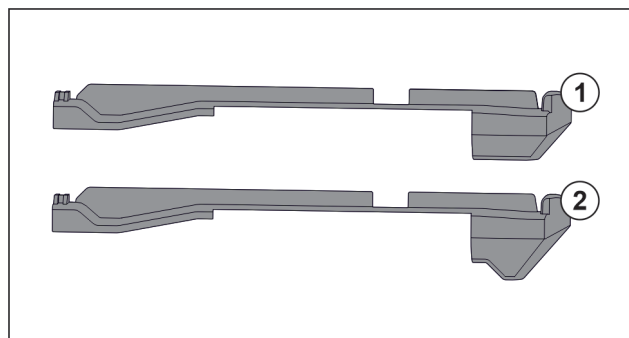

Fig. 123 Vergleich der Aufsteckteile
Im Gerät befinden sich zwei unterschiedliche Aufsteckteile. Das Aufsteckteil über dem untersten Schubfach Fig. 123 (2) hat eine dreieckige Kante. Alle anderen Aufsteckteile Fig. 123 (1) haben eine gerade Kante.
- Aufsteckteil Fig. 123 (2) mit der dreieckigen Kante über dem untersten Schubfach anbringen.
- Aufsteckteil Fig. 123 (1) mit der geraden Kante an allen anderen Stellen anbringen.